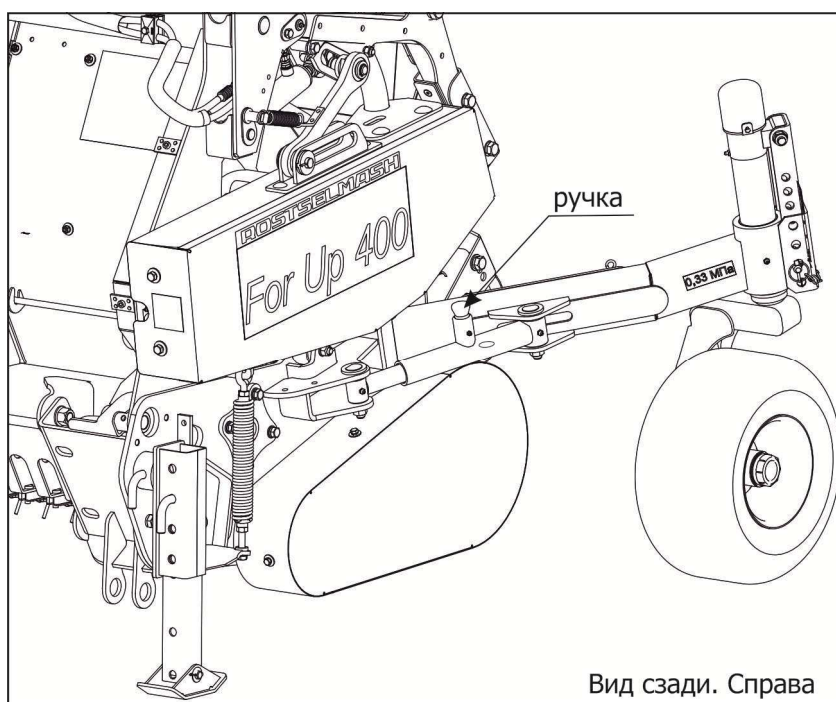

Рисунок 6.1
1. Перед опусканием подборщика на землю необходимо приподнять нормализатор и перевести колеса в рабочее положение с помощью ручки (рисунок 6.1).